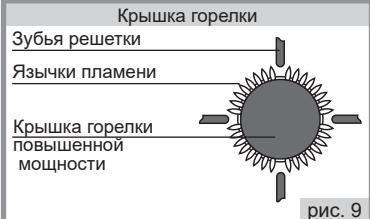

рис. 9
- Для снижения обгорания эмали на зубьях решётки необходимо ориентировать крышку горелки повышенной мощности (большая горелка) относительно зубьев решётки согласно рисунку (рис.9).